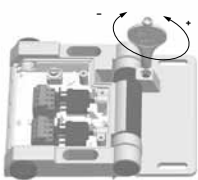

Fig. 6
5. Ställ med inställningsverktyget in de brytande kontakterna så att dessa bryter säkert vid den maximalt tillåtna dörröppningsvinkeln. Vrid medurs för mindre kopplingsvinkel, moturs för större kopplingsvinkel (fig. 6), vid invändig montering motsvarande omvänt. Tvångsbrytningsvinkeln är 7° större än den inställda kopplingsvinkeln